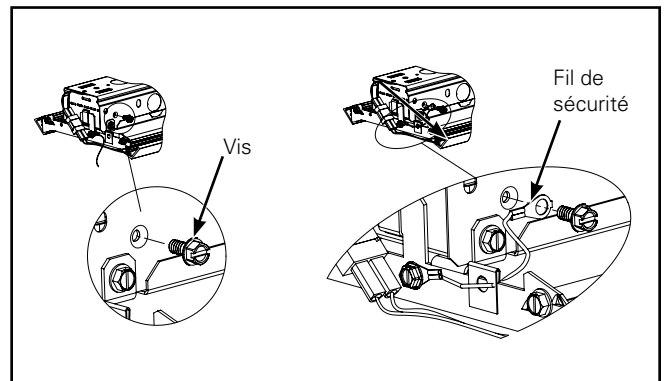

Figure 13.
6. Pour installer le fil de sécurité, retirez la vis de l'assemblage du canal et fixez à nouveau le fil de sécurité avec la même vis. (Figure 13.)